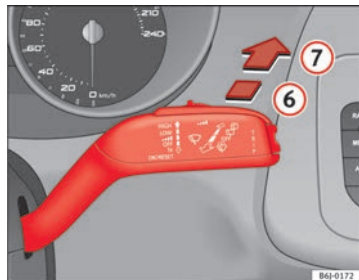

Abb. 66 Scheibenwischer- und Scheibenwaschhebel: Heckscheibenwischer
- Drücken Sie den Hebel nach vorne in Raste ⑥ → Abb. 66. Der Wischer arbeitet etwa alle 6 Sekunden.
- Drücken Sie den Hebel ganz nach vorne in die Position ⑦ → Abb. 66. Die Waschanlage und der Scheibenwischer arbeiten gleichzeitig. Solange Sie den Hebel in dieser Position halten, arbeiten der Heckwischer und die Waschanlage.